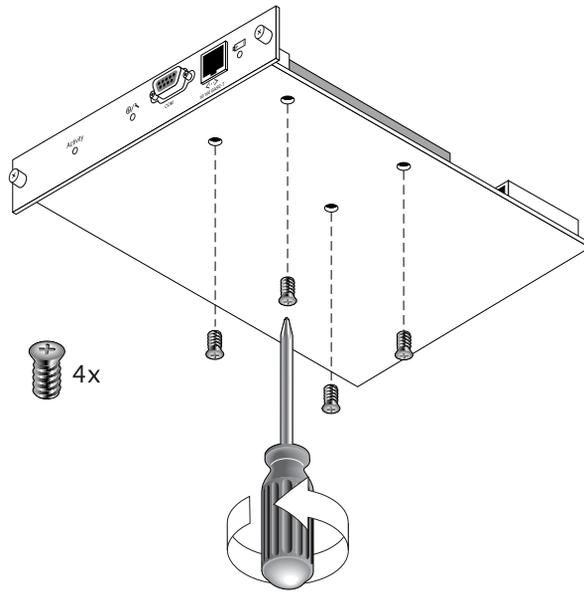

図 4-5 ねじを取り外したバッテリーモジュールの底面
5. プラスのねじ回しを使って、図 4-5 に示す取り外し手順と同様の手順で、モジュールの下側にある 4 つのバッテリーのねじを取り外し、バッテリーモジュールからバッテリーを外します。